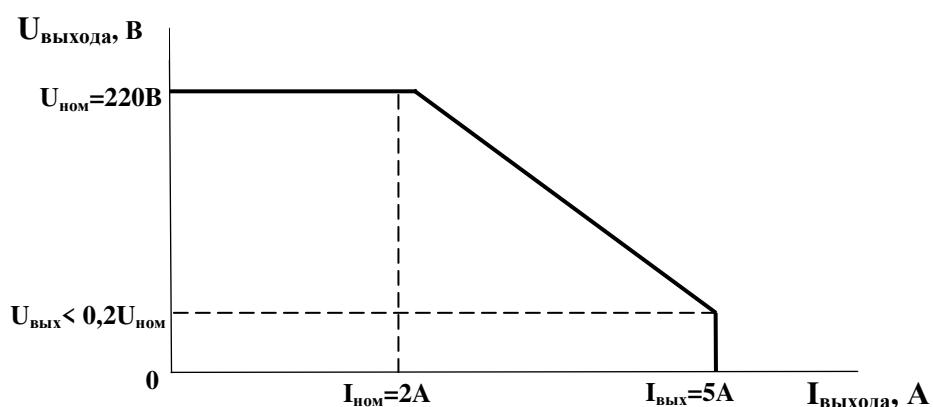

Рис.1
*В ИПС-500-220В/220В-2А-Д реализована функция динамической перегрузочной способности по току, что позволяет обеспечить селективную защиту вторичных цепей источника питания при наличии нескольких нагрузок. При возникновении короткого замыкания в одной из цепей произойдет увеличение выходного тока ИПС до 2,5 $I_{ном}$ и, вследствие этого, отключение только поврежденной нагрузки. Зависимость выходного напряжения ИПС от выходного тока приведена на рис.1.